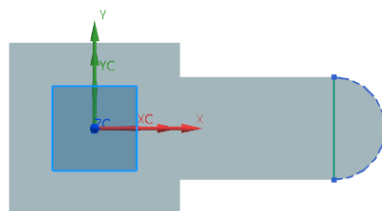

图 3-72 轮廓草图
(3) 绘制如图 3-72 所示的轮廓。单击“完成” 图标，草图绘制完毕。